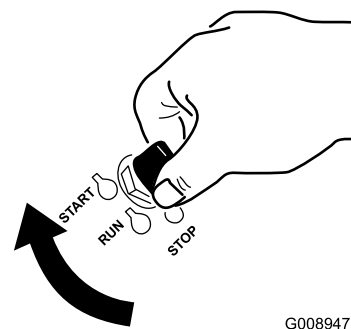

Figura 15
1. Gire la llave de contacto a la posición de Arranque (Figura 15). Cuando el motor arranque, suelte la llave.
6. Gire la llave de contacto a la posición de Arranque (Figura 15). Cuando el motor arranque, suelte la llave.